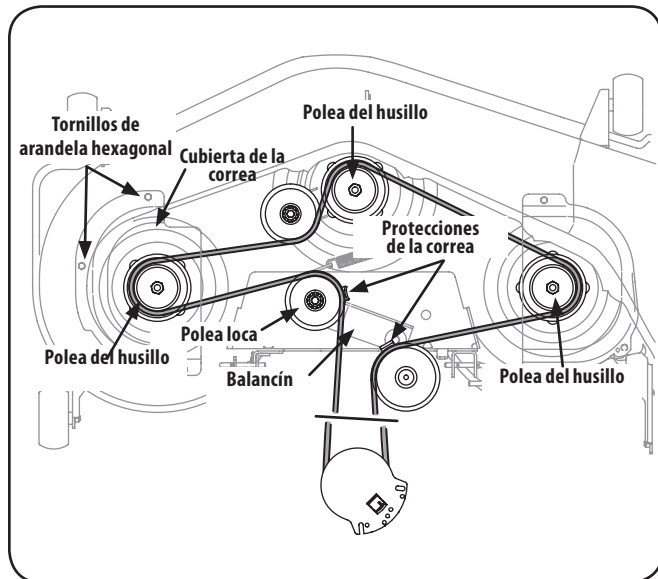

Figura 7-11
- Retire los tornillos de arandela hexagonal que sujetan las cubiertas de las correas a la plataforma. Consulte la Figura 7-11.
- Instale la nueva correa alrededor de las poleas del husillo tal como se muestra y reinstale las cubiertas de las correas. Consulte la Figura 7-11.
- Coloque la correa como se indica en la Figura 7-11 y vuelva a instalar la plataforma.